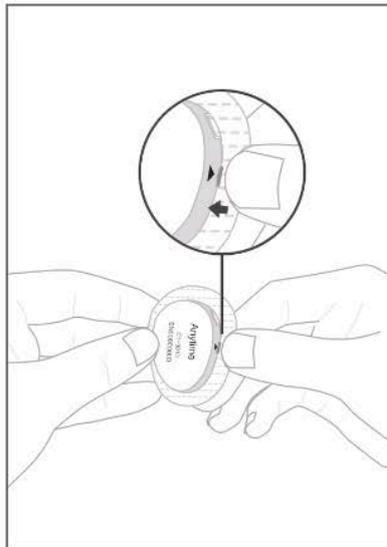

Abbildung 18. Trennen Sie den Transmitter vom Sensor
- Der Transmitter ist wiederverwendbar. Trennen Sie den Transmitter vom Sensor: Drücken Sie den Clip und drehen Sie den Transmitter, um ihn zu lösen, wie in Abbildung 18 gezeigt. Reinigen Sie den Transmitter mit einem Alkoholtupfer und legen Sie ihn in die Ladestation für den nächsten Gebrauch.